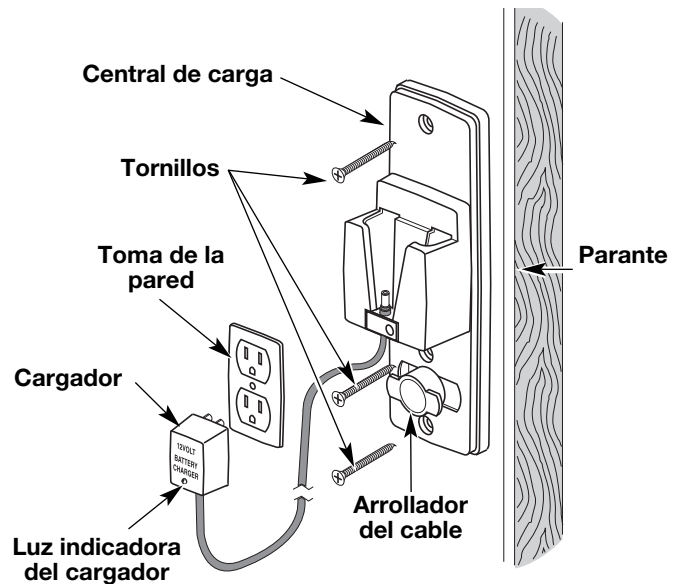

Fig. 3
2. Ubique el parante de la pared y monte la central de carga a la pared con los tres (3) tornillos incluidos (Fig. 3). Verifique que los tornillos penetren en el parante para lograr un montaje seguro.
3. Enchufe el cargador al toma de la pared y envuelva todo el exceso de cable en el arrollador de cable de la central de carga (Fig. 3).